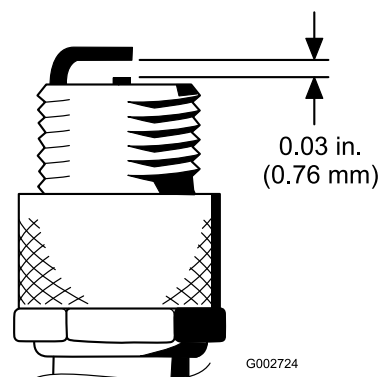

Figura 52
4. Ajuste a folga existente entre a zona central e lateral do eléctrodo para 0,76 mm (Figura 52).